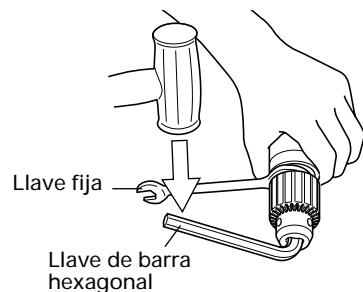

Fig. 12
(4) Desmontaje del portabrocas de la unidad angular (Fig.12)